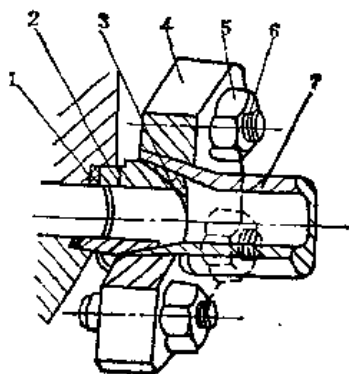

图6-1-19 法兰盘式的管接头
1) 法兰盘式的管接头 如图6-1-19所示，这种管接头是由套在法兰盘4上的管子7端部的喇叭口、锥形垫圈3、平垫圈1和中间接头2以及壳体上的窝腔等组成，并用4个紧固螺栓联接起来。